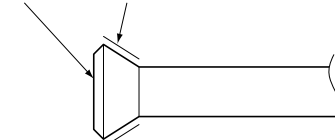

Рис. 13
- При присоединении гайки раструба покрывайте часть раструба (и внутри, и снаружи) эфирным или сложноэфирным синтетическим маслом, поверните гайку три или четыре раза вручную и затем затяните ее ключом. (См. рис. 13)